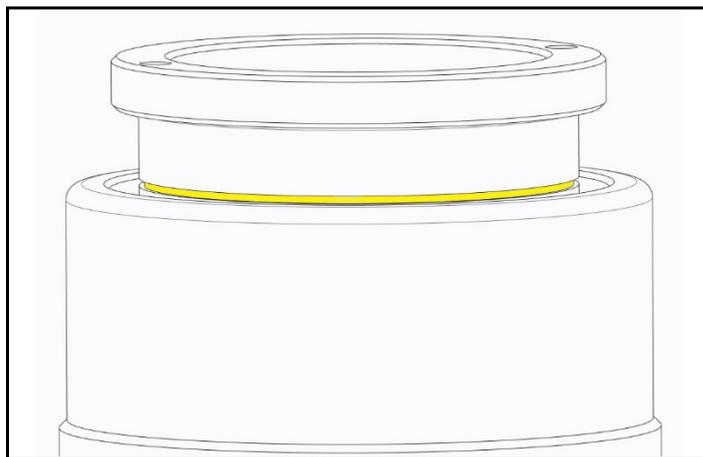

Fig. 2.1 Indicatore di corsa del pistone
**NOTA** Una scanalatura gialla sulla sommità del pistone segnala la corsa massima che può essere raggiunta dal tensionatore. Quando appare l'indicatore di corsa, arrestare la pompa e interrompere la pressurizzazione. Prima di continuare è necessario stringere con forza i dadi e retrainare il pistone. (Fig. 2.1)